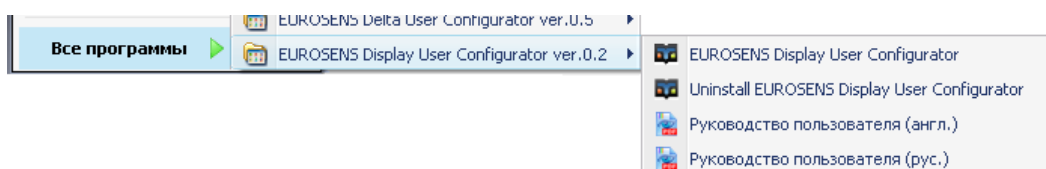

Рис.16
1) выбрать в кнопке "Пуск" и меню "Программы" операционной системы из подменю "EUROSENS Display User Configurator ver. X.X" пункт "Uninstall EUROSENS Display User Configurator" (рис.16).